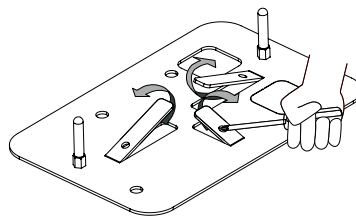

Fig. 4C
- 3) Estrarre le zanche di ancoraggio con l'ausilio di un cacciavite (Fig. 4C).